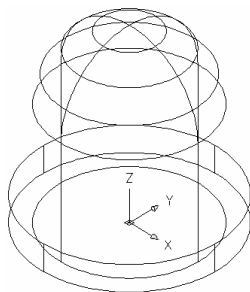

图 6-1-17 圆角处理
(2) 圆角处理。在命令行中输入 FILLET 命令并按回车键, 根据命令行的提示进行操作, 设置圆角半径为 2, 对圆柱体顶面进行圆角处理, 结果如图 6-1-17 所示。